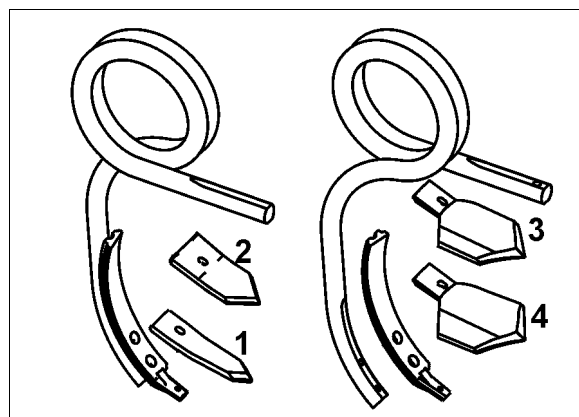

Fig. 15
- o als Spitzschar (Fig. 15/1)
- o als Stoppelschar (Fig. 15/2)
- o als Breitschar (Fig. 15/3,4)